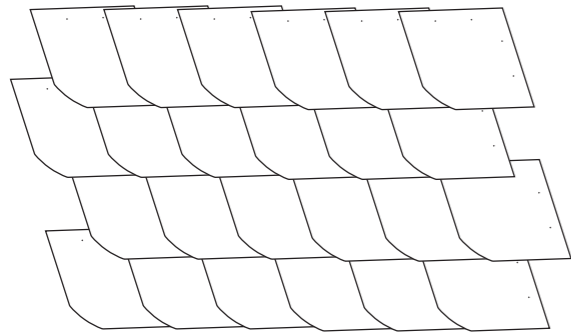

Abbildung 2
- 1.5 Die **UNIGENIAL** Schablone ermöglicht bedingt durch ihren symmetrischen Aufbau, die Linksdeckung, die Rechtsdeckung oder die **UNIGENIAL** Deckung (Abb. 2, 3, 4, 5a und 5b).
- 2.1 Die Decksteine sind mit hängender Ferse zu verlegen (Abb. 2 – 3). Ein Fersenversatz ist nicht erforderlich.